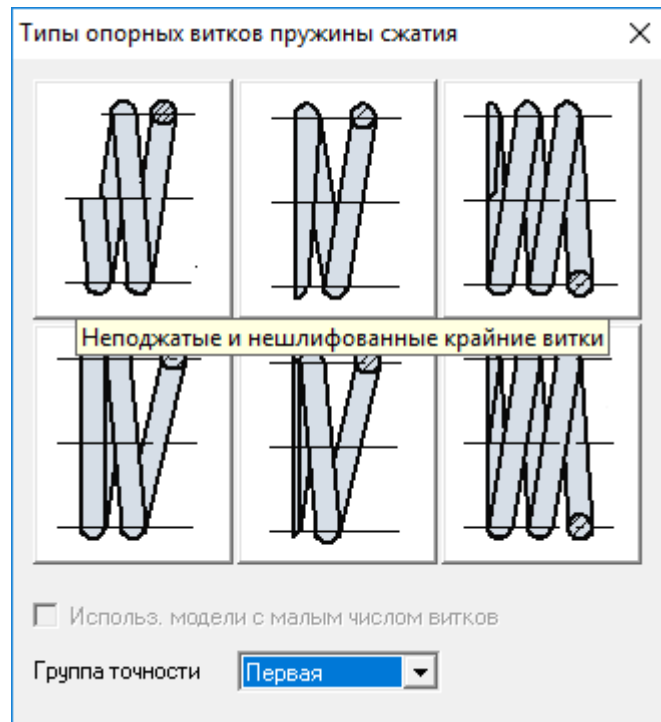

Рис. 10.3
7.1. Выбор типа опорных витков пружины. Двойной щелчок левой кнопкой мыши в области изображения пружины (меню **Данные/Построение...**) вызывает открытие диалогового окна «**Типы опорных витков пружины сжатия**» (рис. 10.3), с помощью которого можно выбрать тип опорных витков. При наведении указателя мыши на различные типы появляется всплывающая подсказка. После выбора одного из типов опорных витков это окно закрывается.